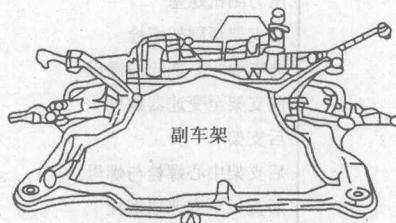

图 1.18 拆下副车架
(12) 拆下副车架固定螺栓和副车架, 如图 1.18 所示。拆下发动机和自动变速器连接螺栓, 用千斤顶拆卸自动变速器总成。